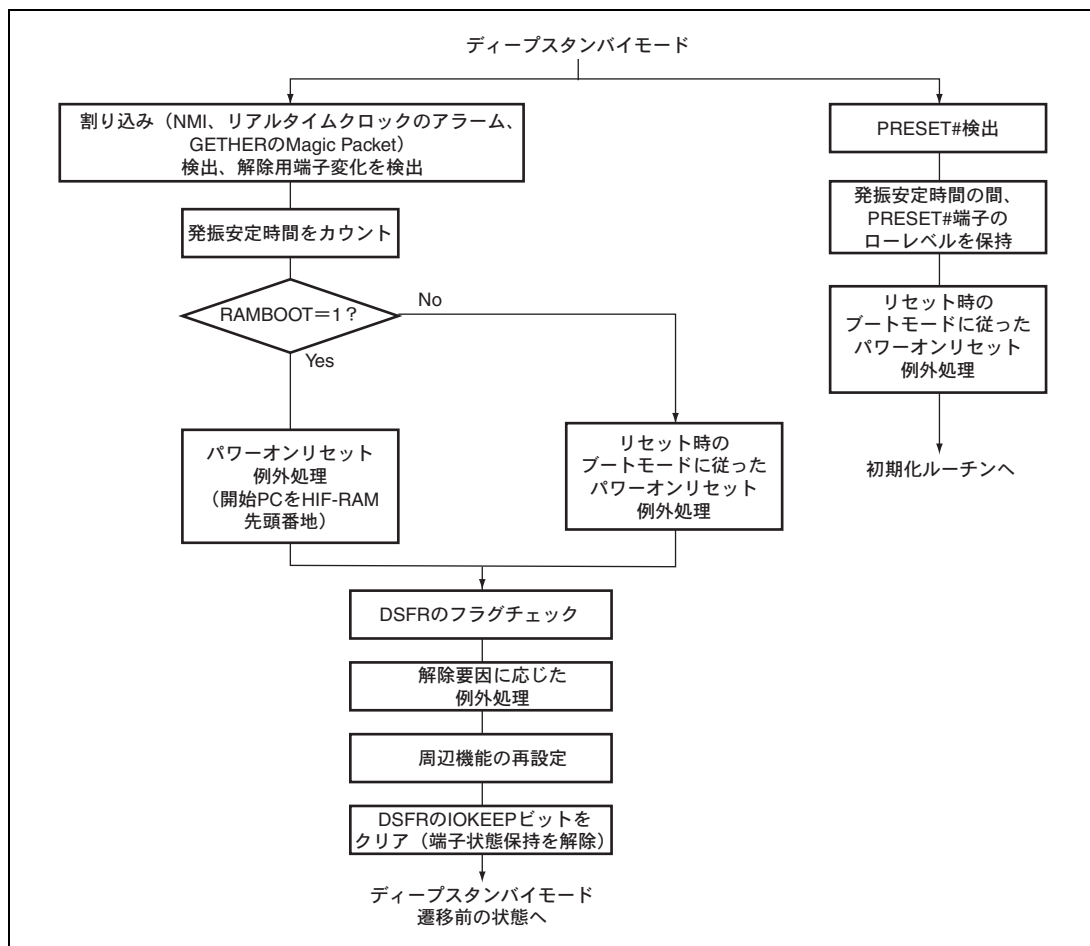

図 9.3 ディープスタンバイモード解除フロー
ディープスタンバイモードは、割り込み（NMI、リアルタイムクロックのアラーム割り込み、GETHER の Magic Packet 検出割り込み）、解除用端子の変化、およびリセット（パワーオンリセット）により解除されます。リアルタイムクロックのアラーム割り込み、および GETHER の Magic Packet 検出割り込みは、割り込み優先レベルおよび CPU のステータスレジスタ（SR）に関係なく、ディープスタンバイ解除要因として動作します。リセット以外の要因によって解除する場合も、割り込み例外処理ではなくパワーオンリセット例外処理が実行されます。ディープスタンバイモード解除のフローを図 9.3 に示します。
5. 図 9.3 の処理を行い、ディープスタンバイモードを解除